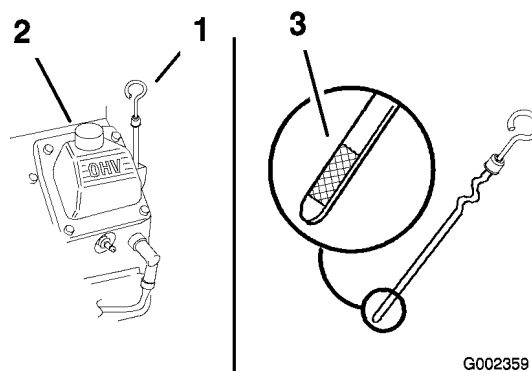

Figure 34
4. Nettoyez la surface autour de la jauge d'huile (Figure 34) pour éviter que des impuretés ne s'introduisent dans le goulot de remplissage, ce qui risquerait d'endommager le moteur.
5. Retirez la jauge d'huile et essuyez soigneusement son extrémité (Figure 34).
6. Remettez la jauge au fond du tube de remplissage, mais sans la visser (Figure 34).
7. Versez avec précaution environ 80% de la quantité d'huile spécifiée dans le goulot de remplissage (Figure 34)